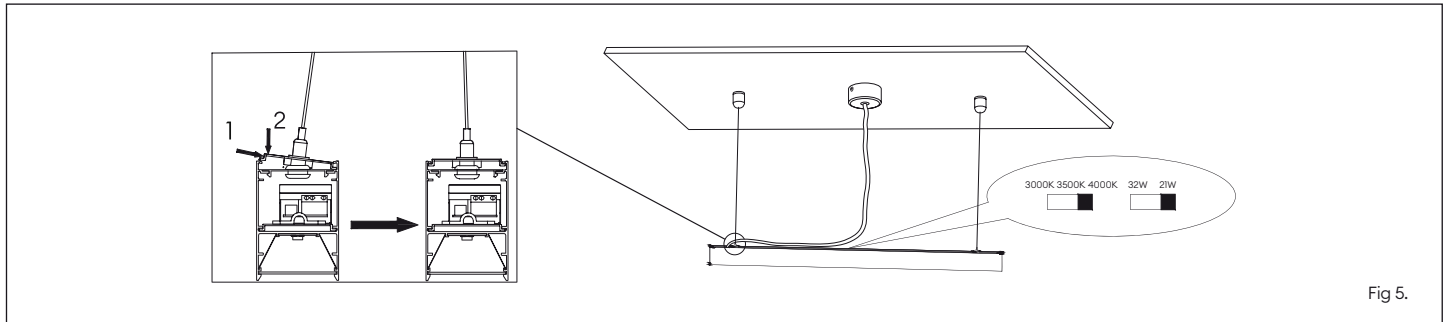

Fig 5.
4. Attach the suspension fixing bracket to the luminaire in 2 locations. (Fig 5.)
4. Fixez l'étrier de fixation de la suspension au luminaire aux deux endroits (fig. 5).
4. Fissare la staffa di fissaggio della sospensione all'apparecchio in 2 punti. (Fig. 5.)